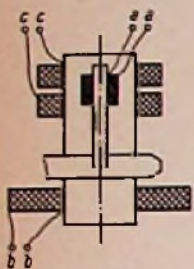
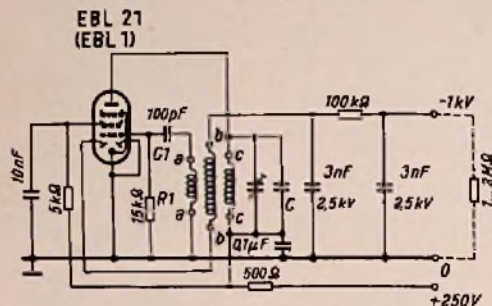
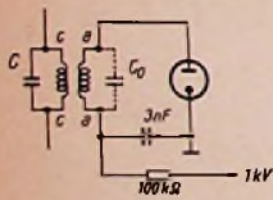

Bild 1. VE-Spulensatz des Hochspannungs-Transformators mit eingebauter Kopplungsspule
Bild 2. Die Schaltung des Hochspannungs-Generators
Bild 3. Prinzip des Gleichrichterkreises
Des öfteren wurde vorgeschlagen, hohe Anodenspannungen für die Strahlröhre von Oszillografen in einer Schwingerschaltung zu erzeugen. Meist fehlen jedoch die Angaben für den erforderlichen Spulensatz. Hierzu eignet sich aber sehr gut einer der bekannten VE- oder DKE-Spulensätze nach Bild 1.
Der Hf-Hochspannungsgenerator wird nach Bild 2 in Meißner-Schaltung betrieben. Die MW-Spule bildet zusammen mit dem Kondensator C den eigentlichen Schwingkreis. Eine Zusatzwicklung a-a mit etwa 20...30 Windungen auf einem Trolitul-Spulenkörper von 8...10 mm Durchmesser bildet die Gitter- bzw. Rückkopplungsspule. Sie wird nach Bild 1 im Innern des VE-Spulensatzes befestigt. Die LW-Spule b-b mit ihrer hohen Windungszahl bildet die sekundäre Wicklung des Hf-Transformators. An sie ist die Gleichrichterschaltung anzuschließen.
1. Der Wert der Kreiskapazität wird hier absichtlich nicht genannt, er muß nämlich im Betrieb experimentell ermittelt werden. Der Abstimmkreis mit dem Kondensator C ist dabei in Resonanz mit dem Sekundärkreis (Spule b-b) zu bringen, um die hohe Spannung von etwa 1000 V zu erhalten. Es handelt sich hierbei um zwei gekoppelte Kreise; sind sie nicht auf die gleiche Frequenz abgestimmt, so erhält man höchstens 200...300 V Sekundärspannung. Zum Abgleichen auf Resonanz bzw. maximale Ausgangsspannung benutzt man zweckmäßig einen Drehkondensator. Ist der richtige Kapazitätswert ermittelt, dann wird er durch einen Festkondensator C ersetzt. Außerdem empfiehlt sich, wie in Bild 2 angegeben, einen Trimmer parallel zu C anzuordnen. Die Kapazität des Sekundärkreises besteht nur aus der Eigenkapazität C_0 der Spule. Bild 3 gibt die Schaltung des Sekundärkreises in der üblichen Darstellungsweise wieder.